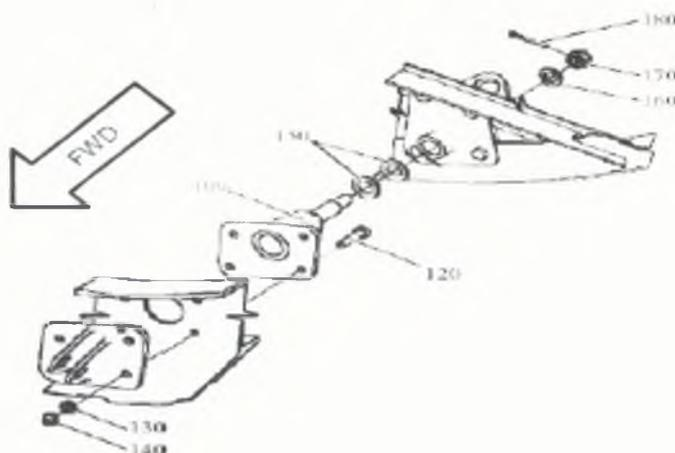

Рисунок 35.
1.20.5. Перевести отверстия со шпангоута на накладку под установку кронштейнов (поз. 100) см. рис. 35 и обработать отверстия под болты (поз. 120) 6-24-Ц-ОСТ 1 31103-80 по Н12 с шероховатостью Ra3.2.